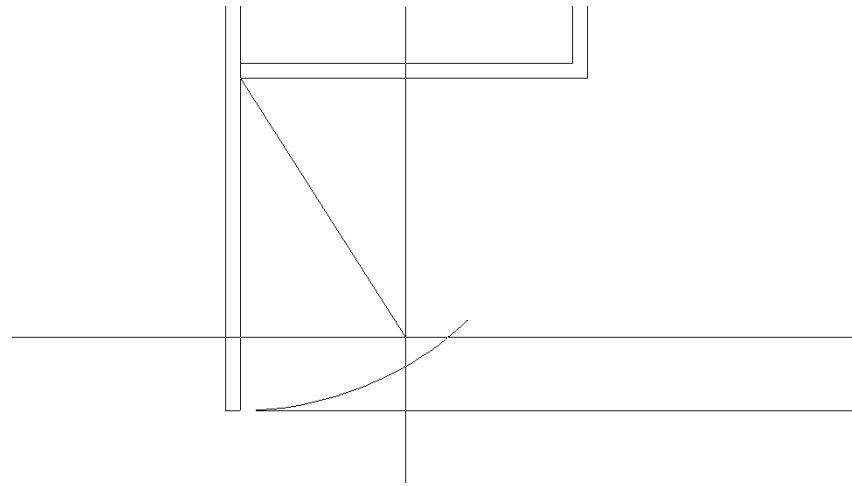

Рис. 4.49 ▼ AutoCAD ожидает ввода градусной меры дуги
6. AutoCAD отобразит приглашение **Конечная точка дуги или [Угол/Длина хорды]** : (Specify end point of arc or [Angle/chord Length]) и тут же автоматически введет \_a для включения режима задания градусной меры дуги **угол** (Angle), в связи с чем в командном окне появится приглашение **Противоположный угол** : (Specify included angle:). Кроме того, вслед за указателем-перекрестием будет перемещаться «резиновая линия», соединяющая его с центральной точкой, выбранной в п. 5 (рис. 4.49). От начальной точки будет проведена дуга, градусная мера которой также будет изменяться в зависимости от перемещения указателя-перекрестия.